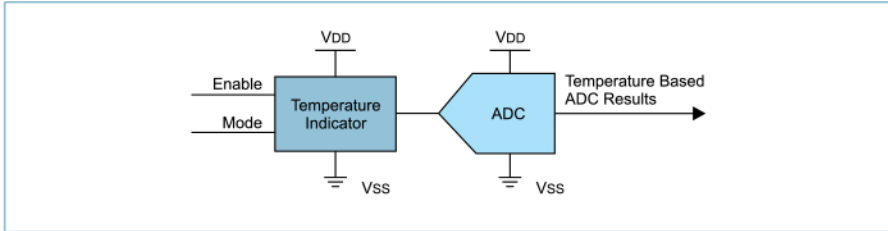

Рис. 13. Измерение температуры
**Примеры применений (рис. 13):**